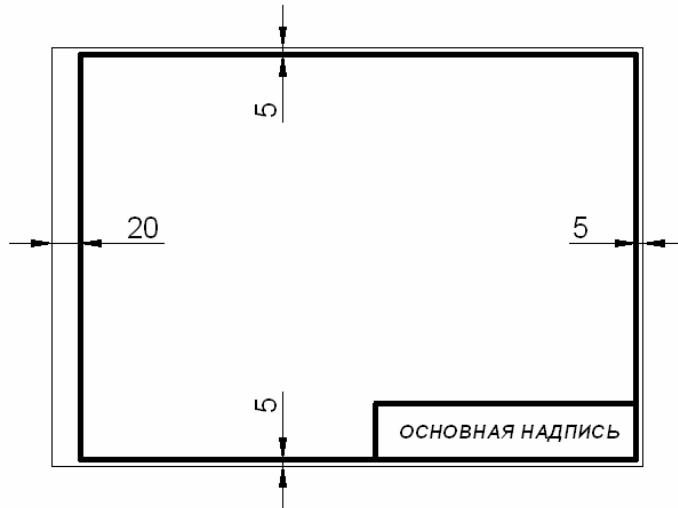
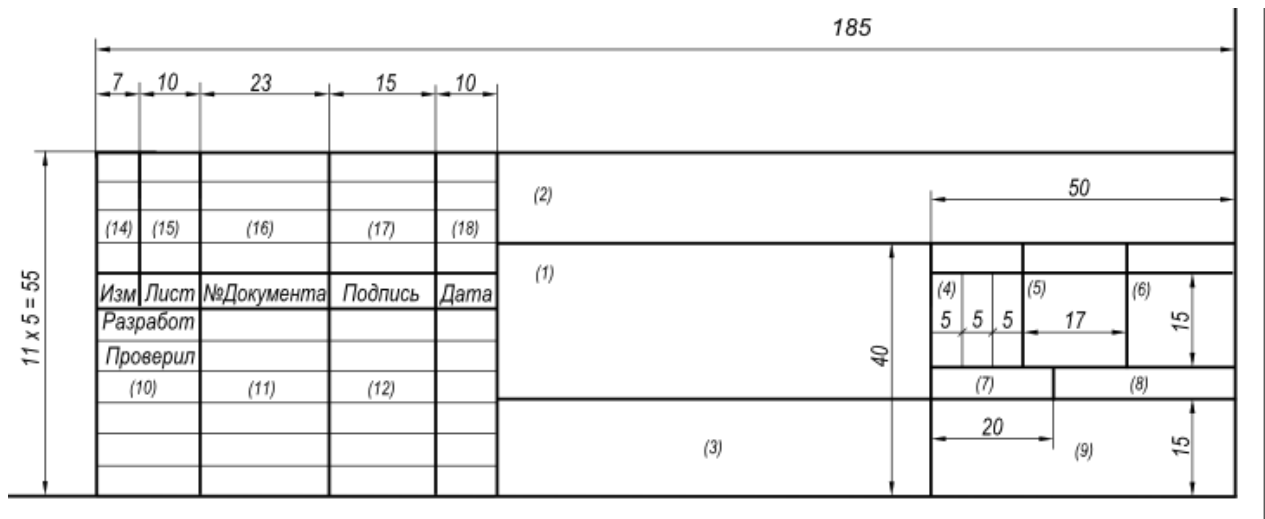

Рис. 1.19. Розміри рамки формату А3
Рис. 1.20. Розміри основного напису
5) Потім, використовуючи інструменти малювання (**Place-Drawing Tools**) намалюйте рамку схеми згідно ГОСТ 2.104.2006 так як зображено на рис. 1.19 та рис. 1.20. Для того щоб створити масив ліній, намалюйте одну лінію за допомогою **Place-Drawing Tools-Line**. Скопіюйте її [Ctrl+C], та виконайте